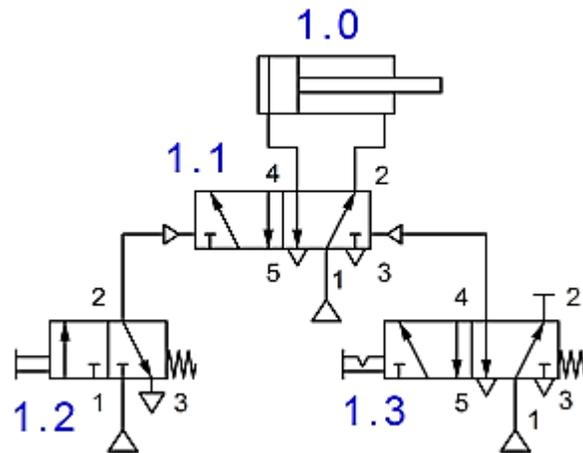

Figura 5.
7. Cierre la unidad de mantenimiento, desconecte todo y quite solamente la válvula 5/2 monoestable y sustitúyala por la válvula 5/2 biestable y coloque la válvula 5/2 con interruptor, como se muestra en el esquema de la figura 5.